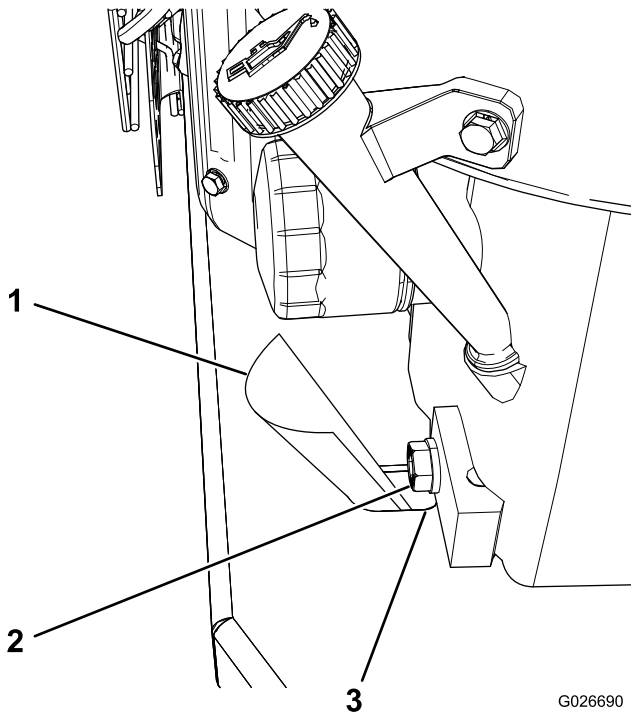

图38
**注意：** 将一张纸或一块浅色纸板插入排油孔，将油从发动机安装板引开（图38）。